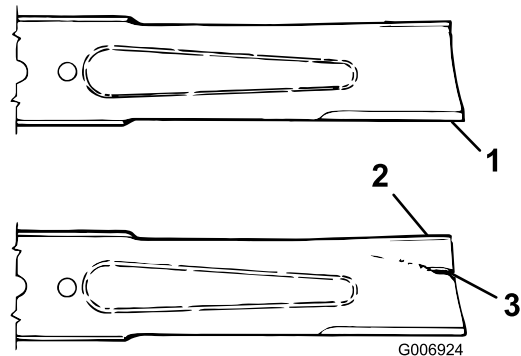

Bild 101
3. Prüfen Sie die Schnittkanten des Messers sorgfältig, insbesondere dort, wo die geraden Flächen die gebogenen berühren (**Bild 101**).
4. Wenn Sie Abnutzungen (**Bild 101**) feststellen, sollten Sie das Messer auswechseln, siehe **Warten des Messerniveaus (Seite 73)**
Wenn sich das Messer abwetzen kann, bildet sich ein Schlitz zwischen dem Windflügel und dem flachen Teil des Messers (**Bild 101**). Zuletzt kann sich ein Stück des Messers lösen und aus dem Gehäuse herausgeschleudert werden. Das kann zu schweren Verletzungen bei Ihnen selbst und Unbeteiligten führen.